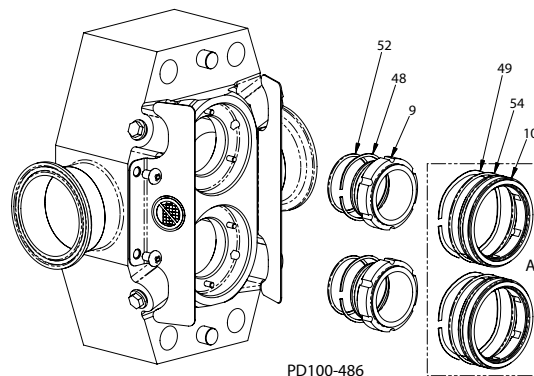

Рисунок 35 - Снимите уплотнения
3. Снимите внутреннее уплотнение (Рисунок 35, пункт 9) и сильфон (позиция 48). Снимите уплотнительное кольцо (позиция 52) с внутреннего уплотнения и проверьте его. Замените при необходимости.
4. На насосах, оснащенных двойными механическими уплотнениями (Рисунок 35, вкладка А), снимите наружное уплотнение (позиция 10) и сильфон (позиция 49). Снимите уплотнительное кольцо (позиция 54) с наружного уплотнения и проверьте его. Замените при необходимости.